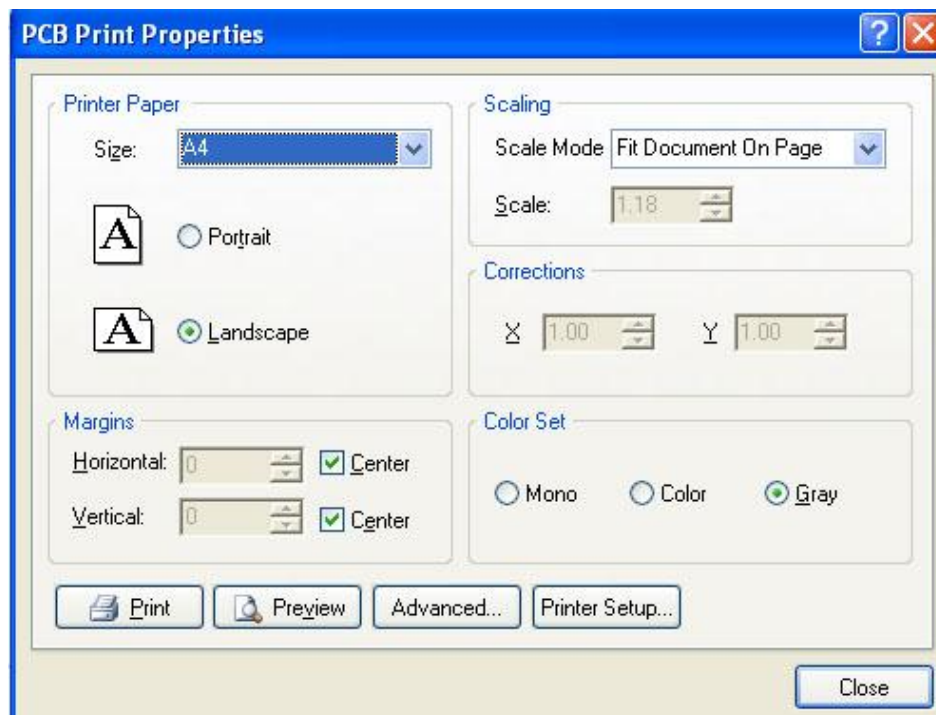

Figura 3.101 Page Setup
3. Configurar la hoja para imprimir ejecutando el comando **File/Page Setup**, donde se configura el tamaño de papel, escala, márgenes. Figura 3.101